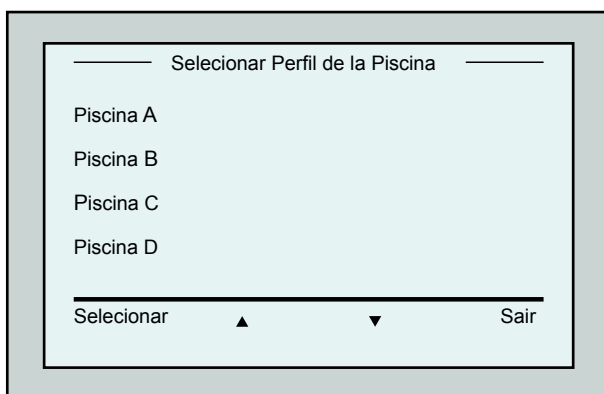

Figura 9: Ecrã *Perfil da Piscina*
2. A partir do ecrã *Wave*, pressione **Piscina A**. O ecrã *Perfil da Piscina* aparece (Figura 9).